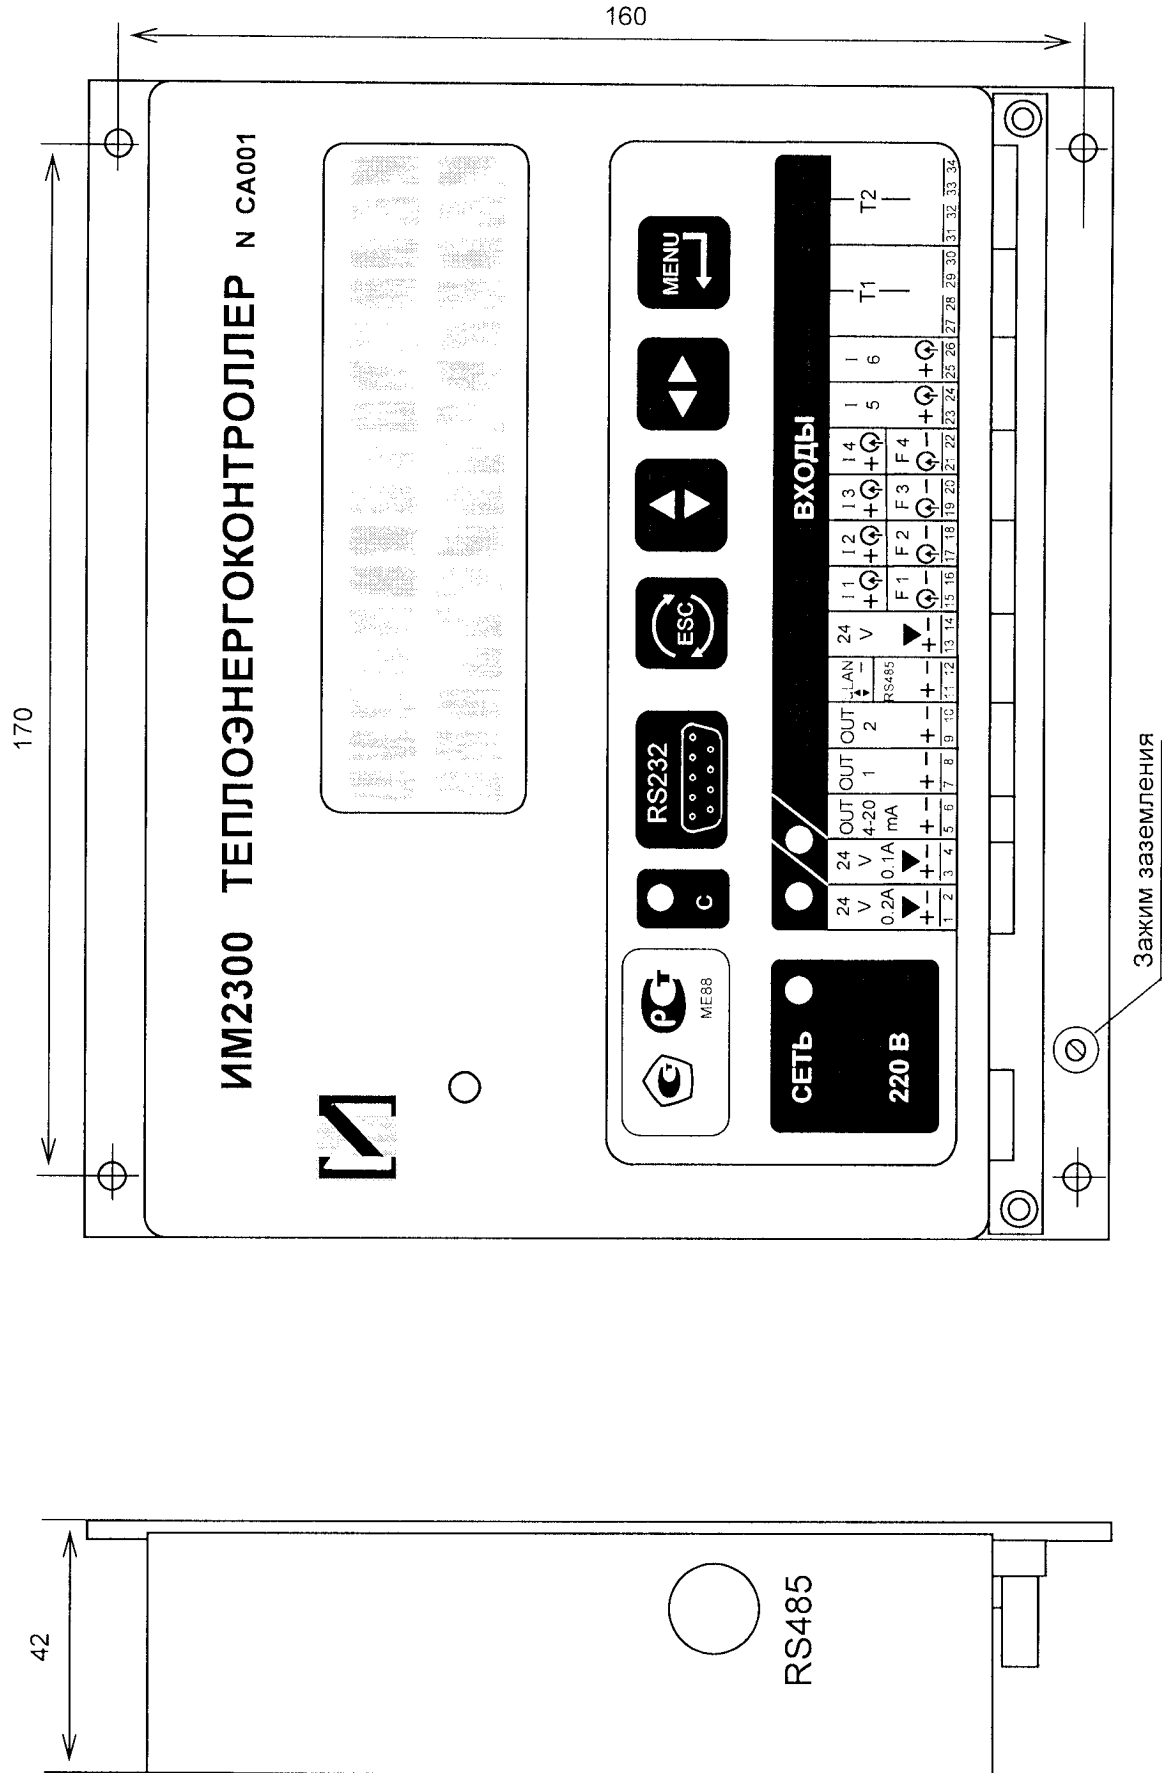

Рисунок 2.1 Органы управления, индикации и коммутации прибора ИМ2300Н1
1.6.1 На каждом приборе нанесены (см. рис.2.1, 2.2, 2.3):
2.2.1 Расположение органов управления, индикации и подключения прибора приведено на рис.2.1 – 2.7.